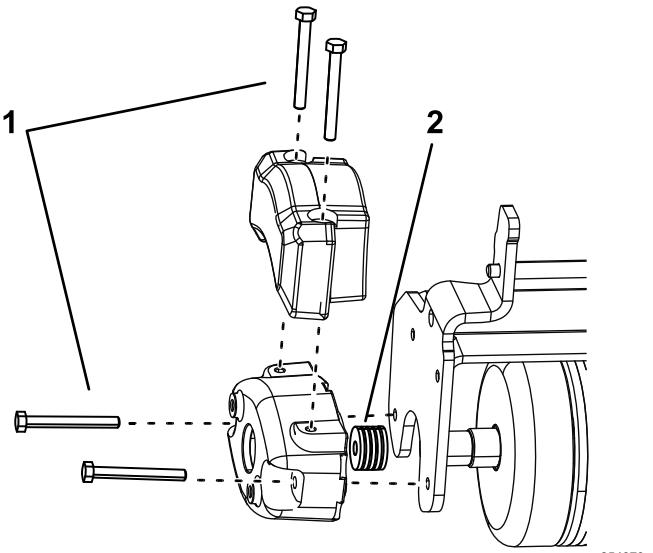

Bild 7
2. Setzen Sie die zwei Schrauben (5/16-18" x 2 3/4") ein, wie in Bild 7 abgebildet..
3. Legen Sie vier Distanzstücke (1/8") pro Schraube zwischen das Gegengewicht und die Seitenplatte der Dreifachrolle (Bild 7).